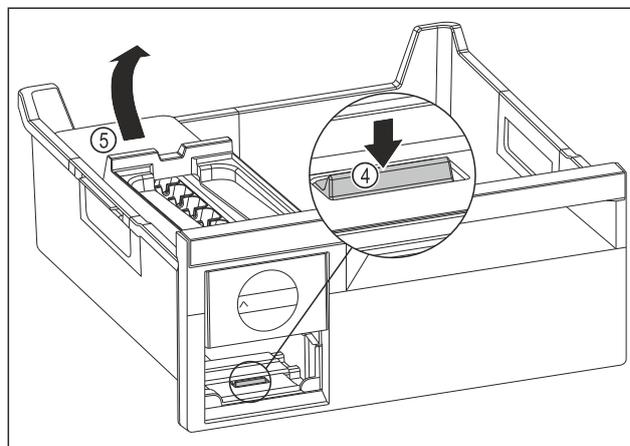

Fig. 87
- ▶ Estrarre il corpo dell'EasyTwist-Ice: Con un dito spingere la linguetta Fig. 87 (4) verso il basso e allo stesso tempo, con l'altra mano, sollevare il corpo dell' EasyTwist-Ice Fig. 87 (5) da dietro.